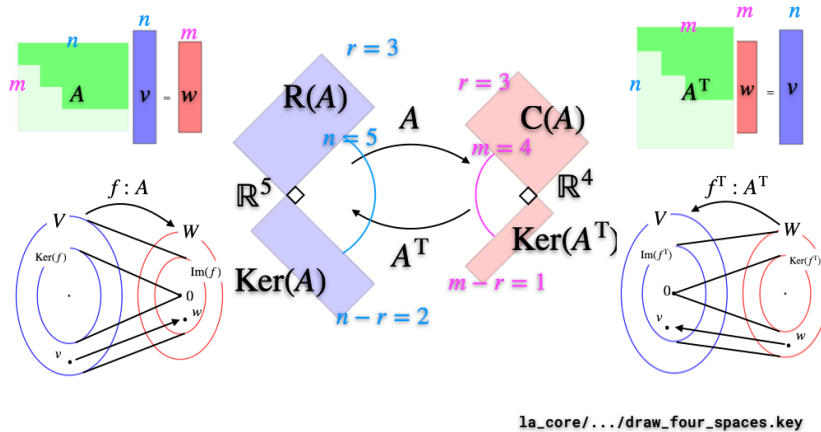

図1：行列の基本4空間のイメージ図。
5. 基本4空間による全体空間の分割（次元定理）：上記の設問を参考にして、行列の基本4空間（行空間 $R(A)$ 、列空間 $C(A)$ 、核 $\text{Ker}(A)$ 、左核 $\text{Ker}(A^T)$ ）の包含関係と、それぞれの次元の間の関係を、図 1 を参考にまとめて説明せよ。